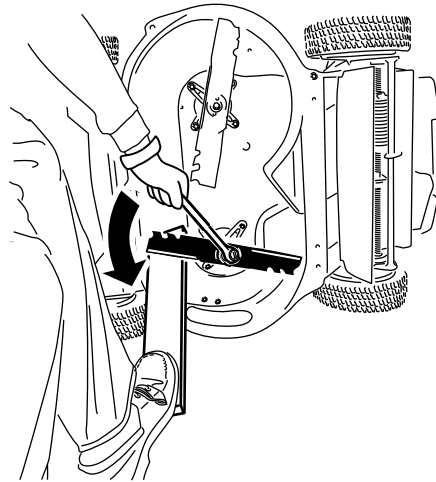

Figure 35
1. Utilisez un bloc de bois pour immobiliser chaque lame et tournez le boulon de lame dans le sens antihoraire, comme montré à la Figure 35.